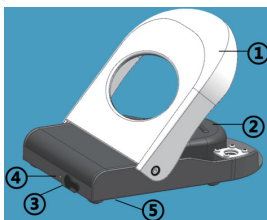

Figure 21 : Schéma de principe de l'interrupteur à pédale
Avant l'utilisation, veuillez retirer l'hôte et la pédale de commande pour vérifier qu'il n'y a pas de défauts. L'interrupteur au pied de ce produit est une pédale sans fil, comme le montre la figure 21. La pédale sans fil comprend une housse de protection ①, une pédale ②, un port de charge ③, un voyant lumineux ④ et un bouton de jumelage ⑤.